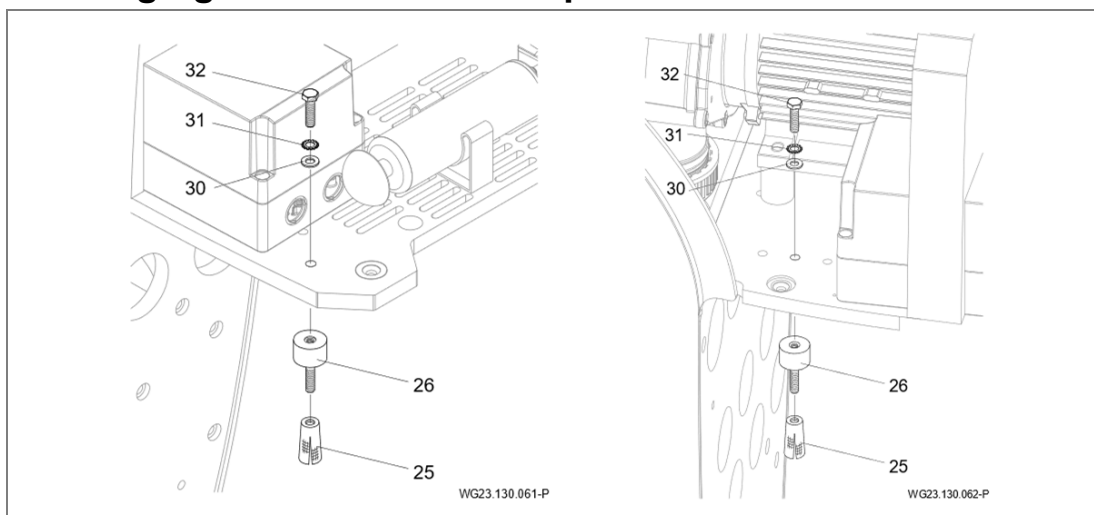

Afb. 5
- Installatieplaats kiezen en volgens Afb. 4 voorbereiden. Wanneer de installatie voor een opzetbad gebruikt wordt, moet de telescoopvoet gebruikt worden. Zie "Afb. 5" op bladzijde 20